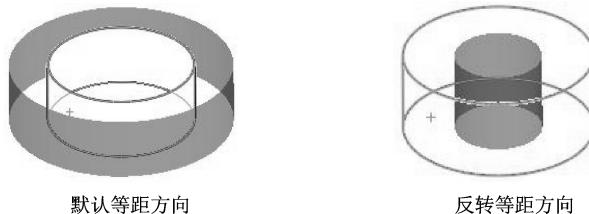

图 4-32 反转等距方向
- 反转等距方向 ：单击此按钮，更改等距方向，如图 4-32 所示。